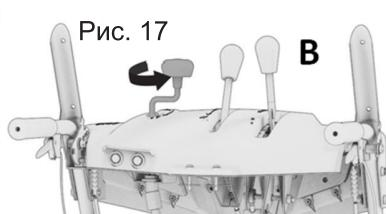

Рис. 17
Трос изменения положения дефлектора (Рис.17) соедините снизу панели с ручкой (A). Убедитесь, что ручка на панели без усилий вращает желоб (B). При необходимости отрегулируйте положение червячной передачи привода, ослабив гайки крепления (C) и затянув их обратно.